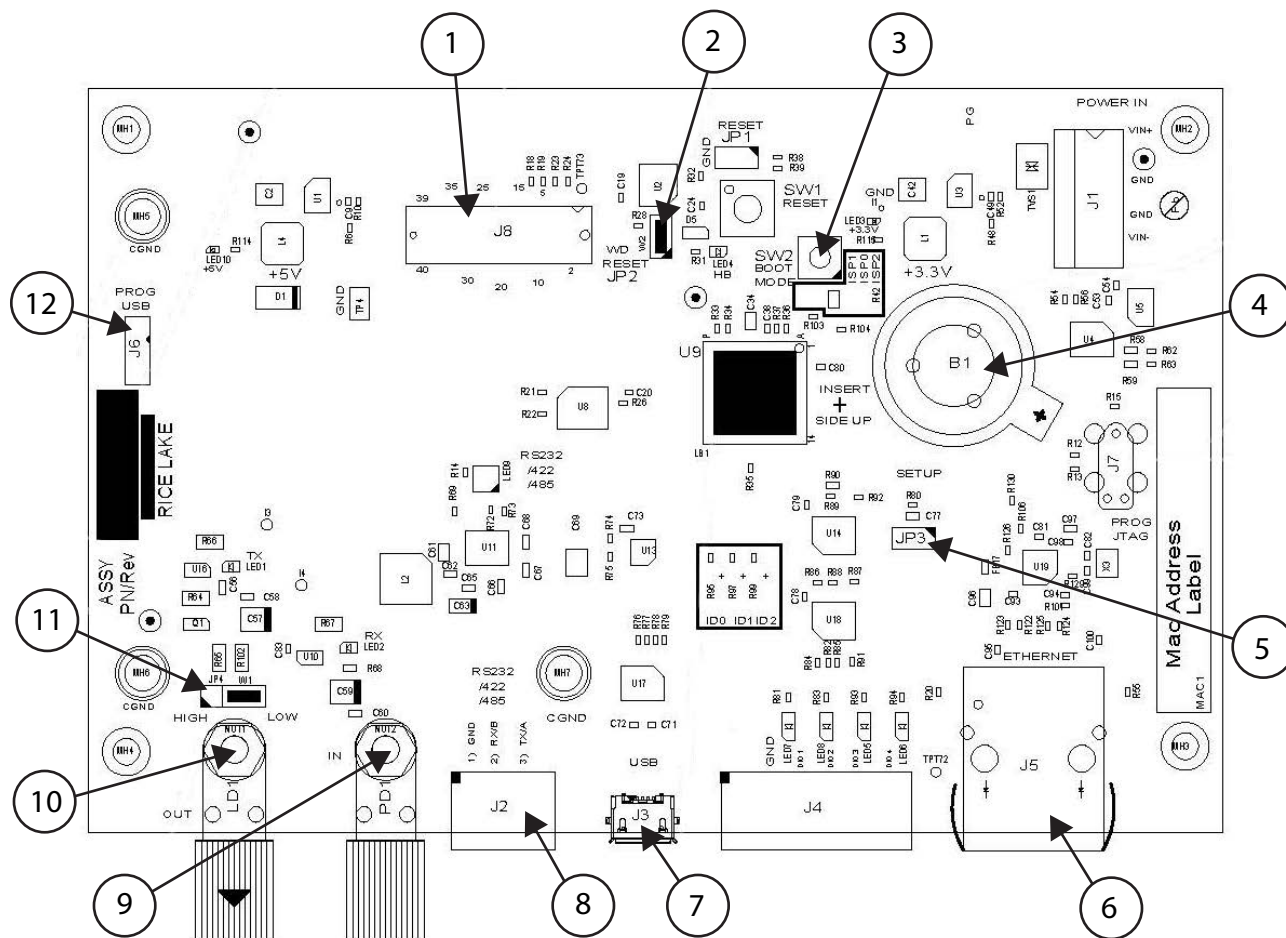

Figure 2-2. Carte UC Rév. G+ du module d'E/S (réf. 176922)
Le module d'E/S 882IS est équipé d'un port fibre optique duplex pour communiquer avec un indicateur 882IS ou 882IS Plus situé en zone sûre ou dangereuse. Il offre une isolation complète et élimine le recours aux barrières d'E/S, couramment utilisées dans les systèmes à sécurité intrinsèque. Les fibres optiques sont en plastique. L'extrémité des terminaisons doit être correctement polie avant l'installation. Pour des instructions complètes sur le polissage des extrémités de fibre optique, voir le kit de polissage POF (réf. 197384). Pour l'emplacement des connecteurs de fibre optique dans le module d'E/S 882IS, voir Figure 2-2, page 8.
Pour l'emplacement et l'orientation de la batterie (pôle positif vers le haut), voir la Figure 2-2, page 8.
4. Retirer le cavalier de réinitialisation JP2 WD et l'écarter (voir Figure 2-2, page 8).
5. Appuyer sur le commutateur de démarrage SW2 et le maintenir enfoncé (voir Figure 2-2, page 8).